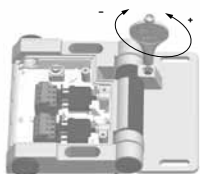

Abb. 6
5. Mit dem Einstellwerkzeug die Öffnerkontakte so einstellen, dass diese bei dem maximal zulässigen Türöffnungswinkel sicher geöffnet sind. Drehen im Uhrzeigersinn kleinerer Schaltwinkel, entgegen Uhrzeigersinn größerer Schaltwinkel (Abb. 6), bei Inneneinbau entsprechend umgekehrt. Der Zwangsöffnungswinkel ist 7° größer als der eingestellte Schaltwinkel